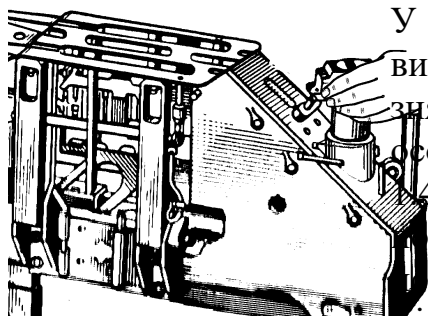

Рис. 112. Від'єднання електроспуска
1.4. Від'єднати електроспуск. Для чого повернути перемикач подачі до середнього положення, повернути на 90° важіль фіксатора електроспуска та вийняти його з корпусу затильника (рис. 112).